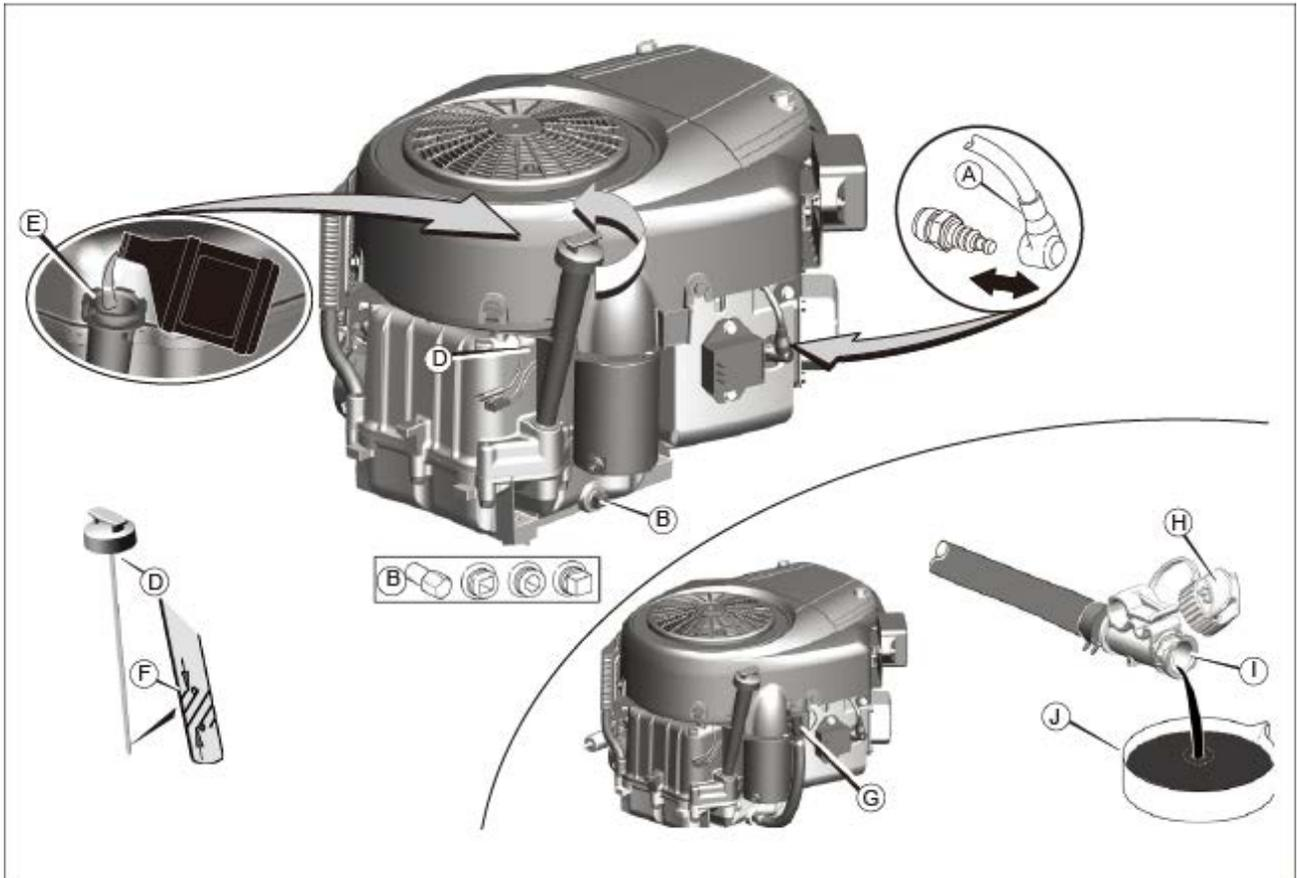

図 13 エンジンのメンテナンス
1. エンジンがまだ温まっている間に、スパーク・プラグワイヤー（図 13 の A）を引き抜き、スパーク・プラグから遠ざけます。
1. オイルゲージ (図 13 の D) を外してきれいな布でふき取ります。
2. 新しいエンジンオイルをゆっくりと入れます (E)。**入れ過ぎない**でください。オイル注入後 1 分ほど待ってからオイルレベルを確認します。
4. オイルゲージを抜いてレベルを確認します。ゲージの「FULL」マーク (F) まで入っていることが必要です。